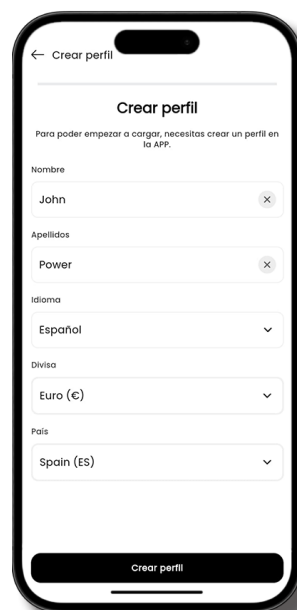

Figura 27: Crear perfil.
① Formulario para crear un perfil, Figura 27.